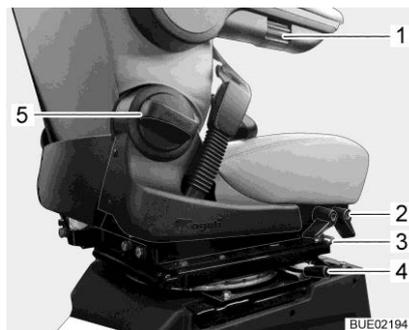

Fig. 28 Ajuste del asiento
- Activar la palanca de desbloqueo (Fig. 28,4). Se suelta el bloqueo.
- Tirar el estribo (Fig. 28,3) hacia arriba.
- Tirar la palanca delantera o trasera (Fig. 28,2) hacia arriba.
- Girar el tirador giratorio (Fig. 28,5). Según la dirección de giro, el respaldo se inclinará hacia delante o atrás.
- Girar la rueda moleteada (Fig. 28,1). Según la dirección de giro, el reposabrazos se inclinará hacia arriba o abajo.